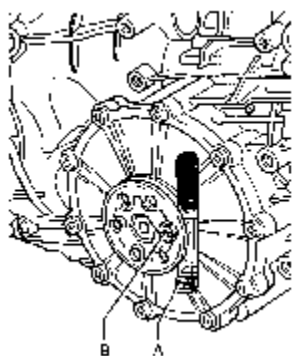

图 9-110 拆卸法兰轴
- (1) 向左转动转向装置至停止位。
- (2) 拆下右传动轴上方的护板, 如果左传动轴上方有护板的话, 也应拆下。
- (3) 把盛油盘放到下面。
- (4) 从法兰轴上旋松传动轴, 操作时尽可能地把传动轴向上贴紧, 这样就不会损坏传动轴的油漆。
(5) 将一把起子或间隔 A 垫在法兰轴下面, 转动螺栓 B, 把法兰轴从差速器行星齿轮中拉出, 如图 9-110 所示。如有困难, 可转动法兰轴, 也可将螺栓转入相应位置的螺丝孔中。